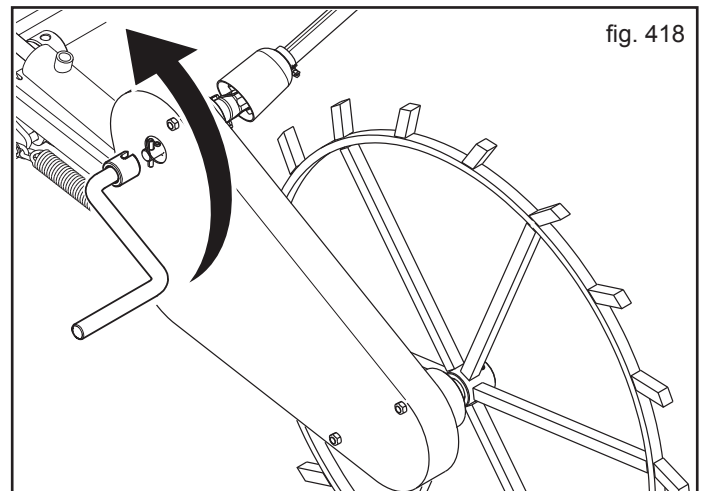

fig. 418
- 6) Zur eigentlichen Abdrehprobe die Abdrehkurbel am Antriebskasten aufstecken und die gewünschte Anzahl Kurbelumdrehungen gegen den Uhrzeigersinn (Abb. 418) ausführen. Die Umdrehungen entsprechen 1/40ha.